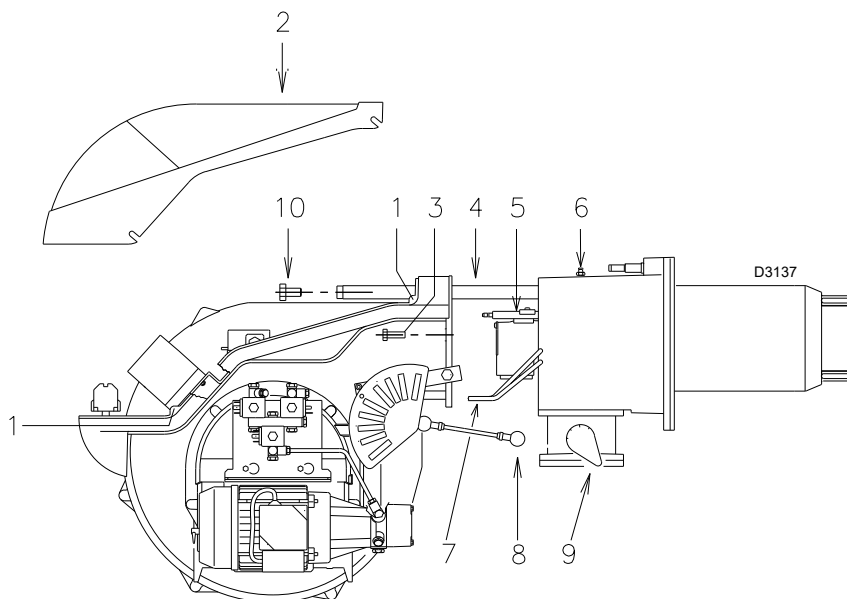

Рис. 44
- Послабте гвинти 1) та зніміть кришку 2) (Рис. 44).
- Від'єднайте трубки дизпалива 7) (Рис. 44).
- Викрутіть гвинти 3) і посуньте пальник назад приблизно на 100 мм на напрямних 4) (Рис. 44).
На цьому етапі можна витягнути внутрішню частину 5), відкрутивши гвинт 6) (Рис. 44).